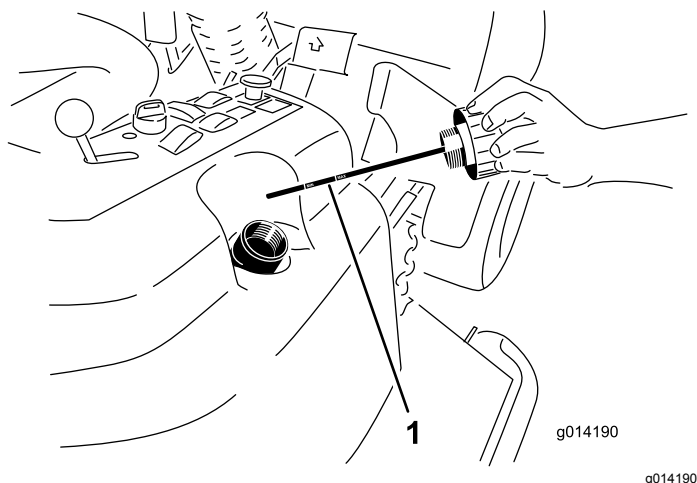

Figure 66
- Enlevez le bouchon (Figure 66) du goulot de remplissage du réservoir hydraulique.
- Retirez la jauge et essuyez-la sur un chiffon propre (Figure 66).
- Vissez la jauge dans le goulot de remplissage, ressortez-la et vérifiez le niveau de liquide (Figure 66).